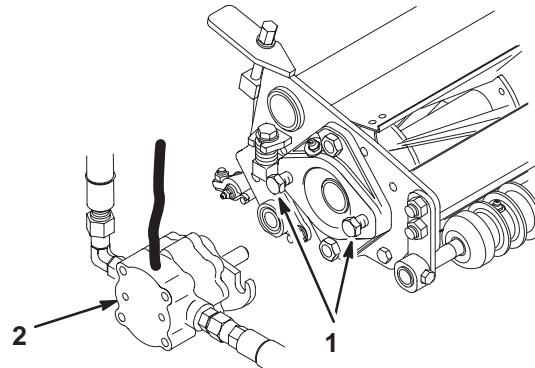

Bild 14
7. Bringen Sie die Befestigungs-Kopfschrauben an, mit denen die Spindelantriebsmotoren an jedem Mähwerk befestigt werden. Lassen Sie ungefähr 13 mm Gewinde an jeder Befestigungs-Kopfschraube sichtbar (Bild 14).
10. Fetten Sie die Keilwelle des Motors mit frischem Fett ein und bringen den Motor durch Drehen im Uhrzeigersinn an, so dass die Motorflansche von den Bolzen entfernt sind. Drehen Sie den Motor entgegen dem Uhrzeigersinn, bis die Flansche die Bolzen umhüllen. Ziehen Sie die Befestigungs-Kopfschrauben fest (Bild 14).